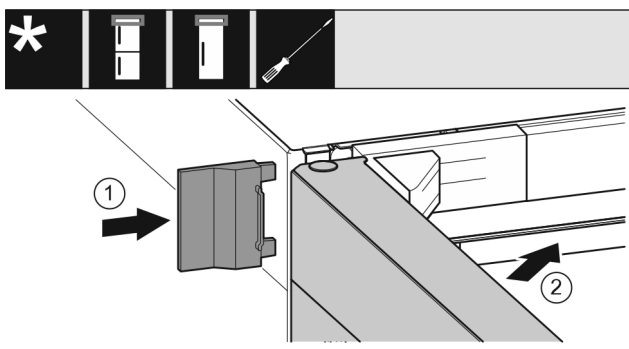

Fig. 29
- ▶ Äußere Abdeckung Fig. 29 (1) aufschieben.
- ▶ Obere Tür Fig. 29 (2) schließen.